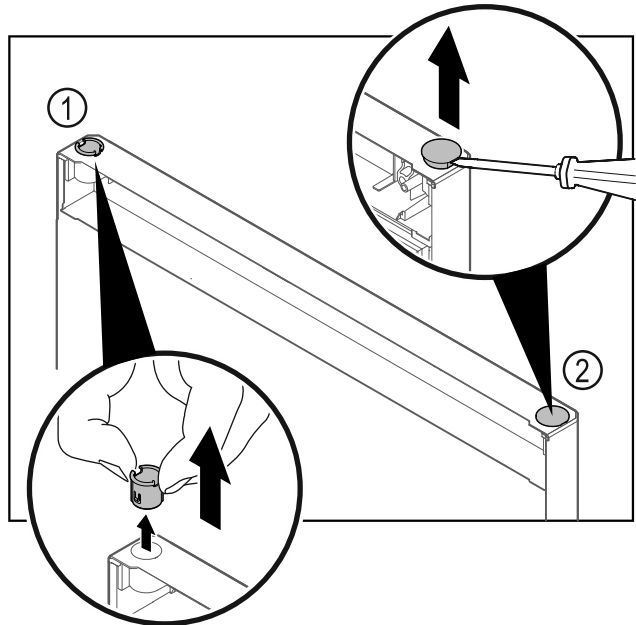

Fig. 19
- Scharnierbuchse Fig. 19 (1) mit den Fingern herausziehen.
- Abdeckstopfen Fig. 19 (2) vorsichtig mit einem Schlitzschraubendreher anheben und herausziehen.